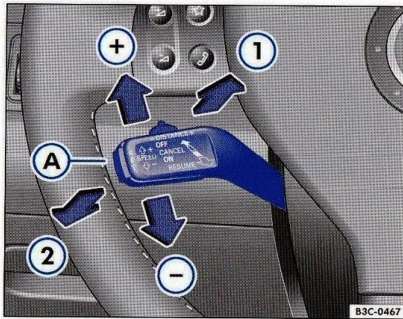

Fig. 22 Elemente de comandă ale sistemului de reglare automată a distanței: Reglarea vitezei.
Pentru reglarea automată a distanței, trebuie să se regleze o viteză ⇒ pagina 33 și o distanță ⇒ pagina 34. Viteza se reglează de la maneta ⇒ fig. 22 (A), iar distanța de la cursorul de pe manetă ⇒ fig. 23.